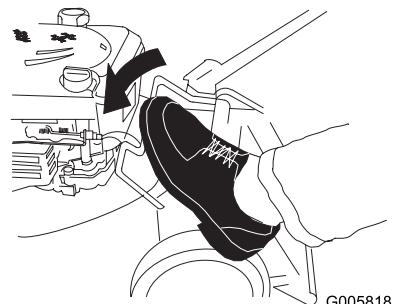

Bild 48
2. Treten Sie auf den Grifflösehebel (Bild 48).